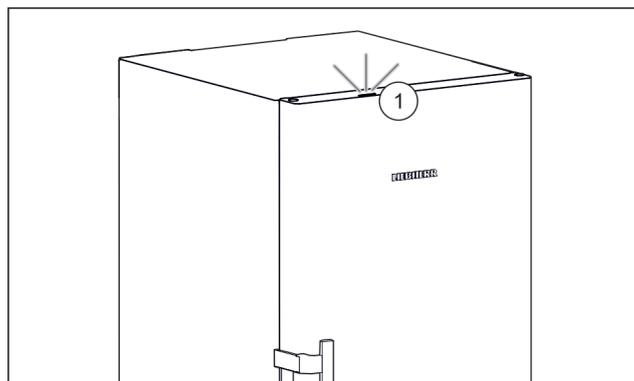

Fig. 4
Par défaut, lorsque vous mettez l'appareil en service, le voyant d'état Fig. 4 (1) est désactivé.